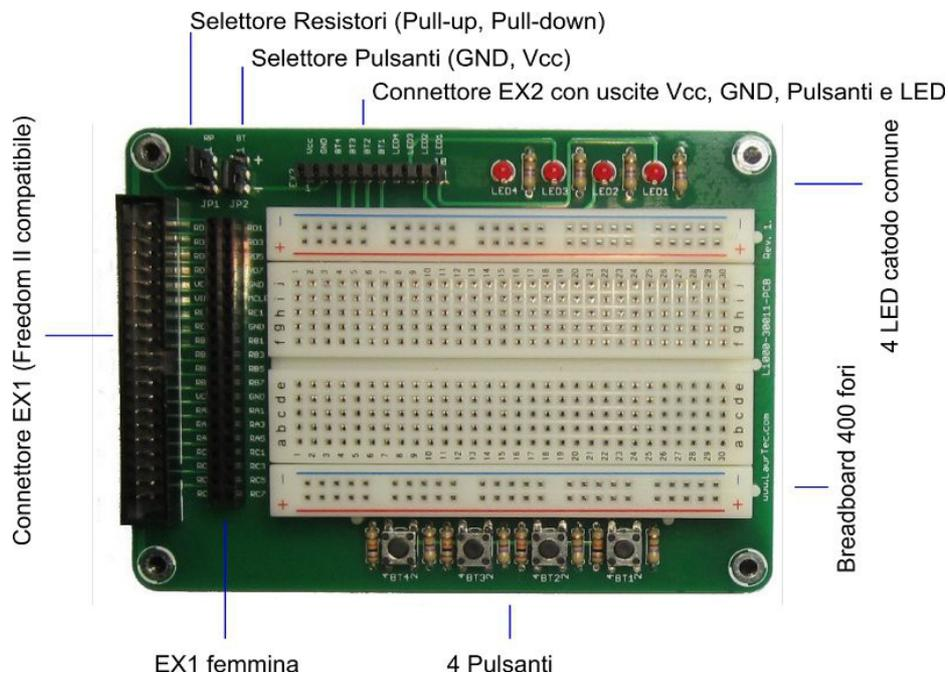
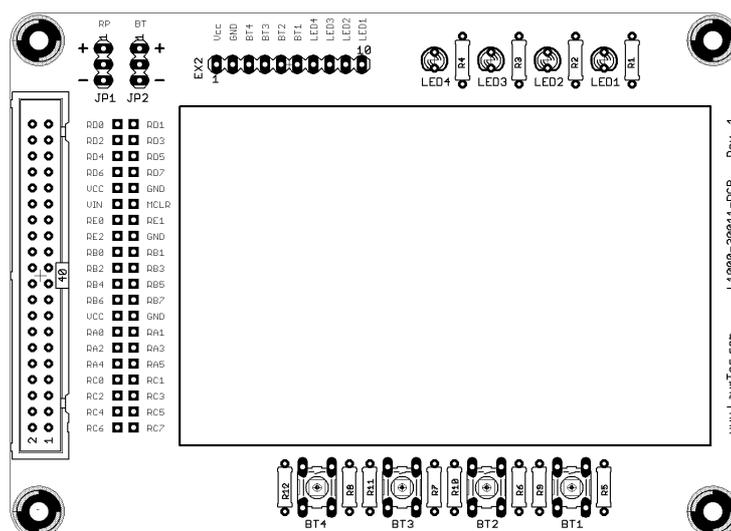
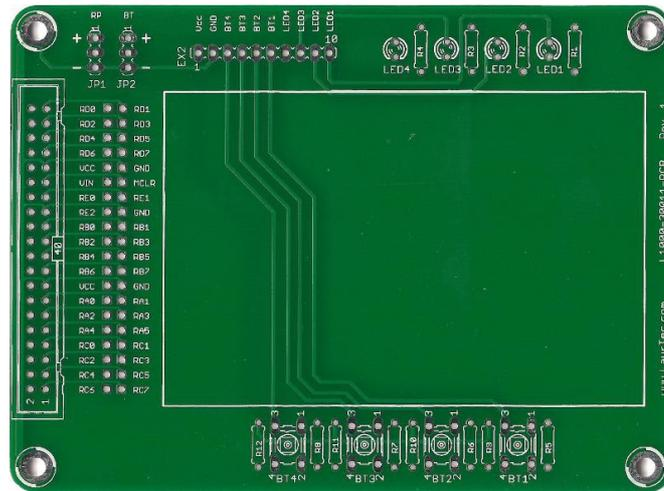

Figura 2: Descrizione della scheda.
Figura 5: Serigrafia della scheda PJ7011.
Figura 6: PCB della scheda PJ7011.
In Figura 2 è riportato con maggior dettaglio l'hardware presente sulla scheda PJ7011.
- Montare la Breadboard adesiva nel riquadro del PCB. Il pin 1 della Breadboard è affiancato al connettore EX2 (vedi Figura 2).
Per maggior chiarezza durante la fase di montaggio, in Figura 5 è riportata la serigrafia della scheda. In Figura 6 è riportato il PCB, mentre in Figura 2 è riportato il dettaglio della scheda montata.